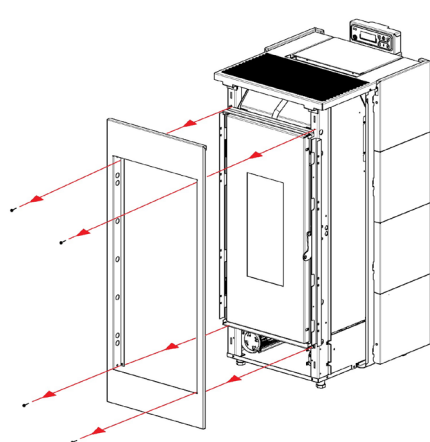

Fig. 33 - Herausnehmen der vorderen Platte
- Die vordere Platte herausnehmen: Die 4 Schrauben lösen (siehe Fig. 33 a pag. 23).